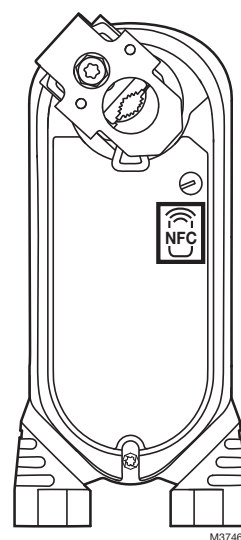

Fig. 18. Zone d'accès CCP.
- La zone d'accès CCP est indiquée à la Fig. 18.